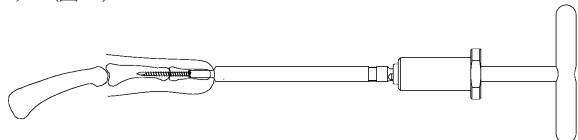

図 11
- 1) 骨質が固い場合は、1.5/2.0 スクリュー用ハローリーマーの後端に T ハンドル (S) を取り付け、左回転でスクリューの周りの骨を削ります。（図 11）